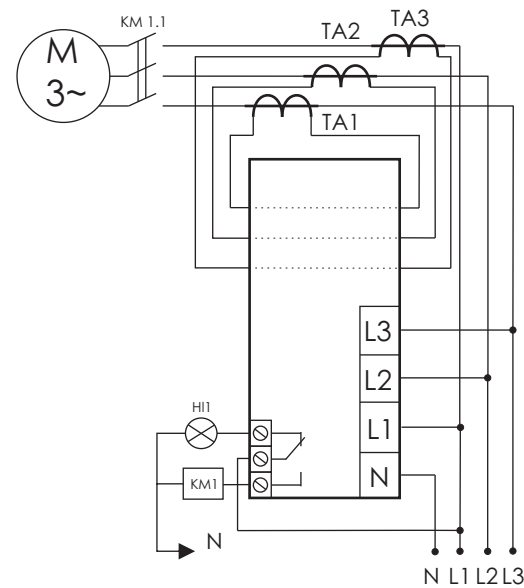

Рисунок 1 - Типовая схема включения изделия AZD с трансформаторами тока.
- Собрать схему в соответствии с рис. 1